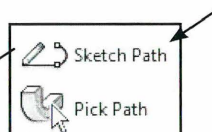

Fig. 08.29. Sketch Path.
- Klik *Sketch Path* (Fig. 08.29). For at tegne karmen til vinduet.